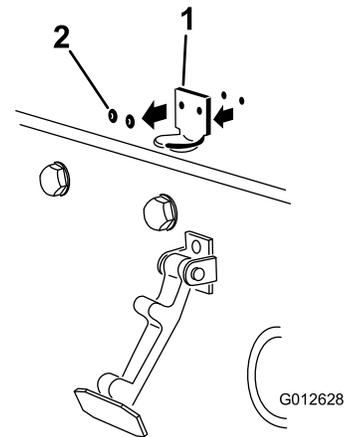

図 32
2. フードラッチブラケットをフードに固定しているリベット2本を外す 図 32。フードからフードラッチブラケットを外す。